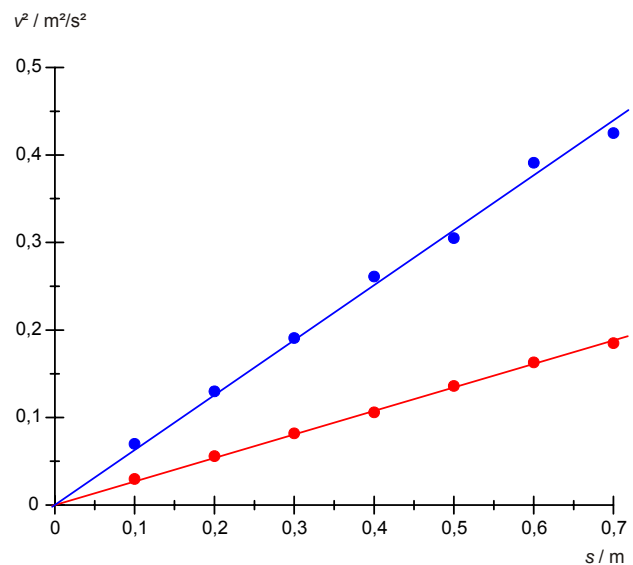

Fig. 3  $v^2$ -s-Diagramm für  $m_2 = 500$  g.  $m_1 = 10$  g (●), 20 g (●)
- In den Abb. 3 und 4 jeweils Ursprungsgeraden an die Messpunkte anpassen.
- Außerdem die Werte in ein Diagramm zeichnen und Gerade gemäß Gl (7) anpassen.
Tab. 5: Aus den Geradensteigungen in Abb. 3 und 4 ermittelte Werte für die Beschleunigung  $a$